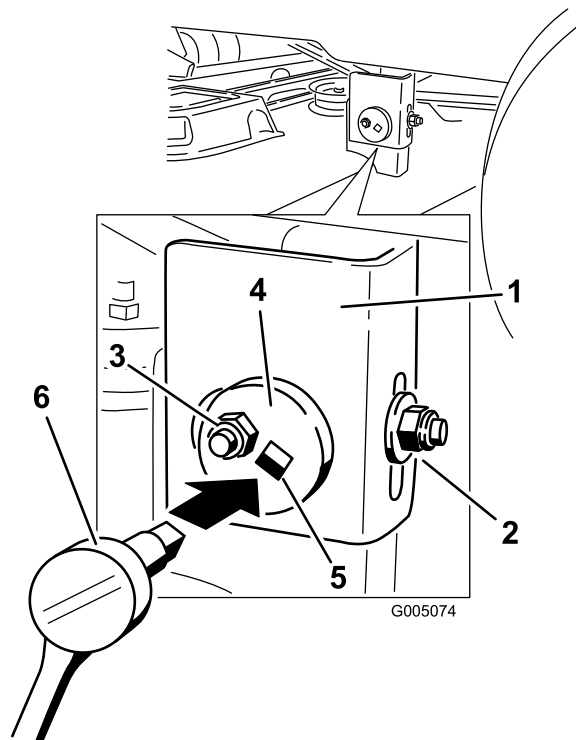

Figura 52
excéntrica (Figura 52). Utilice una llave de extensión de 3/8 pulgada de una llave de tubo para manipular la placa excéntrica. Utilice la llave para ajustar la altura de la plataforma del cortacésped a la altura deseada.
8. Cuando la plataforma esté en la posición deseada, apriete la tuerca de bloqueo lateral de la barra de soporte para fijar la posición nueva (Figura 52). Apriete la tuerca de bloqueo trasera de la barra de soporte.
6. Mueva al lado izquierdo de la máquina. Afloje, pero no retire, la tuerca de bloqueo trasera de la barra de soporte (Figura 52).